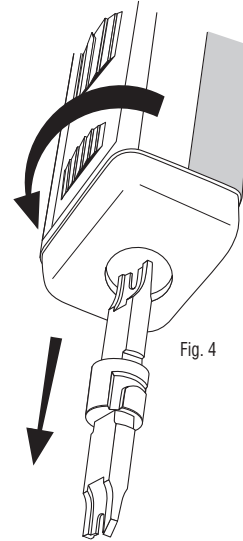

Fig. 4
1. Hold the Punchdown Tool with the blade storage end facing down (Fig. 4).
1. Sostenga la herramienta perforadora con el extremo de almacenamiento de la cuchilla orientado hacia arriba (Fig. 4).
1. Tenez l'outil de découpage avec le bout de rangement de la lame orienté vers le bas (Fig. 4).